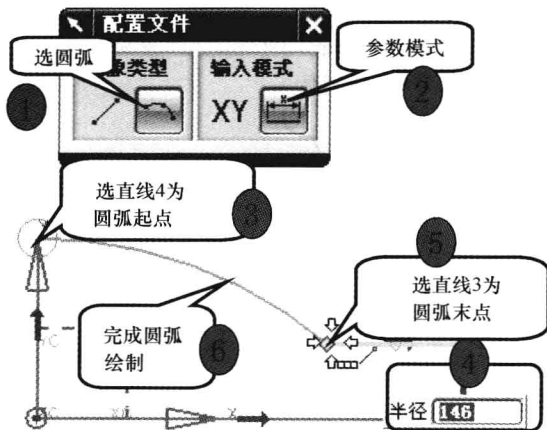

图 1-11 绘制圆弧 5
(8) 圆弧段 5 的绘制; 开启【配置文件】命令, 打开配置文件对话框, 选择对象类型为【圆弧】, 输入模式为【参数模式】, 选择【直线 4 端点】为直线起点, 半径输入【146】, 选择【直线 3 端点】为圆弧的末点, 在圆弧中间位置单击鼠标左键, 完成圆弧 5 绘制, 如图 1-11 所示。